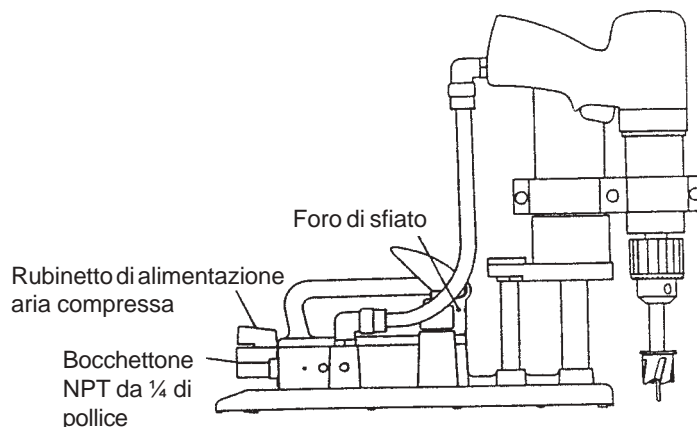

Figura 5
7. Collegare il bocchettone di entrata tipo NPT da 1/4 di pollice della perforatrice 1557 (figura 5) all'impianto dell'aria compressa. Quest'ultimo deve avere un diametro minimo di 7 mm. o di 5/16 di pollice, funzionare ad una pressione compresa tra 75 e 120 psi ed essere dotato di filtro.
8. Aprire il rubinetto di alimentazione dell'aria compressa (figura 5). L'aria che eventualmente si sentirà fuoriuscire, proverrà dai fori di sfiato posizionati sulla parte anteriore del manico. **NON OSTRUIRE LE USCITE DI SFIATO.**